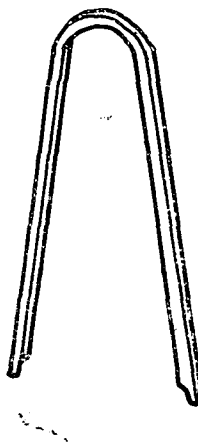

图2
B. 类似下面所示的镊子型钳子。(用来拆下16KB扩展存储器配套元件。)(见图2)